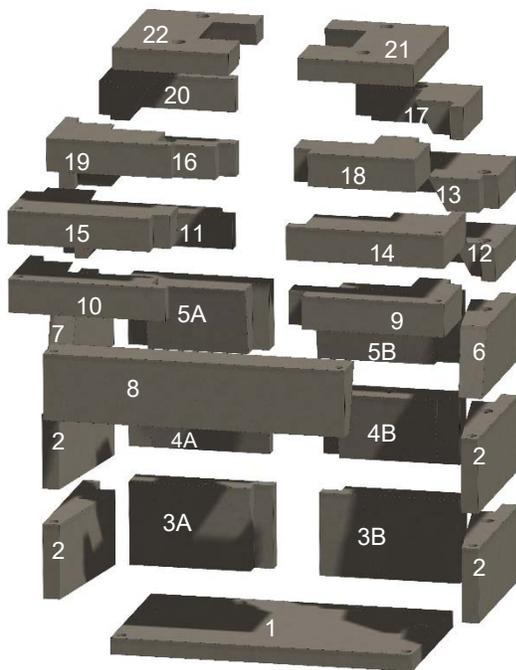
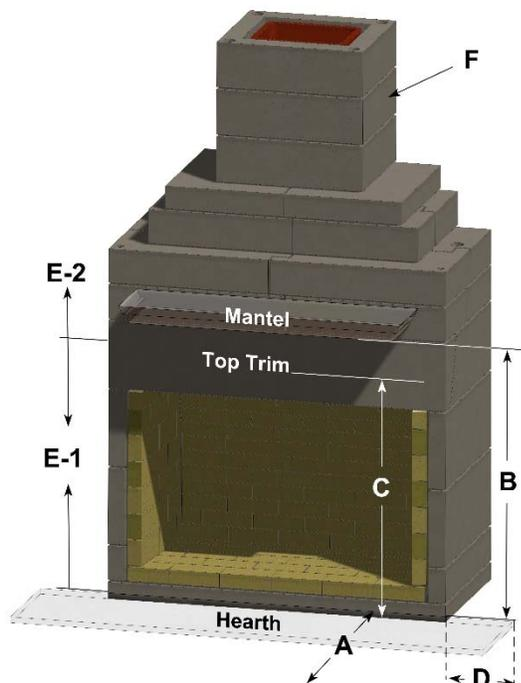

Figura 2. Componentes de la chimenea
Figura 3. Espacios libres (Utilizar con la tabla 2)
El hogar se entrega como un kit con todos los componentes necesarios para completar la instalación. El kit está configurado para una chimenea de tiro, pero existe un adaptador especial para una chimenea metálica. La disposición de los componentes, algunos de los cuales son opcionales, se muestra en la figura 2. Los componentes se muestran en la Tabla 1. Las especificaciones y dimensiones de instalación se muestran en la Tabla 2.
- A. Elementos de la chimenea mostrados en la figura 2 y enumerados en la tabla 1.
Tabla 2: Espacios libres (ver figura 3)
mínimas, como se muestra en la Tabla 2 y la Figura 3. Proceda de la siguiente manera. Los números en () son números de posición de la Tabla 1 y la Figura 2. Asegúrese de que la base sobre la que se va a instalar la chimenea es una base sólida y nivelada y está compuesta por material incombustible, como el hormigón.
O. Instale el hogar y/o la extensión del hogar. Asegúrese de que se mantienen las distancias y los espacios libres de la Tabla 2 y la Figura 3. Asegúrese de que el hogar y el suelo debajo y delante del hogar estén hechos de materiales totalmente incombustibles, y no sólo de un revestimiento de suelo incombustible. Una vez terminada la instalación del hogar, está listo para instalar el exterior.